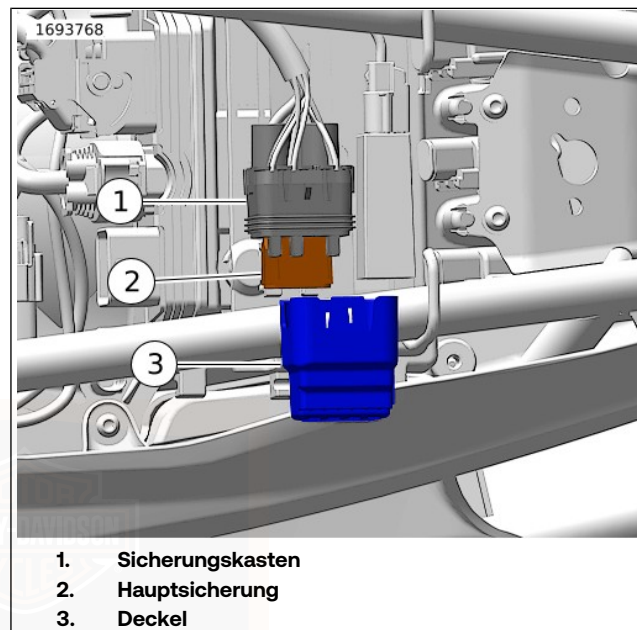

Abbildung 68. Hauptsicherung
3. Siehe Abbildung 68. Sicherungsblock aus der Elektriztafel am Motorrad ausbauen.